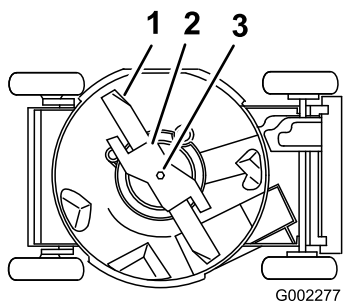

Figura 26
4. Vuelque el cortacésped sobre su lado **izquierdo** (limpiador de aire hacia arriba)(Figura 26).